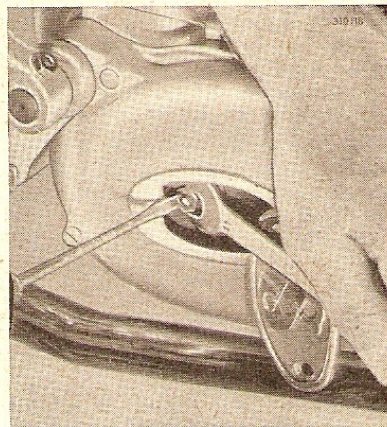

Fig. 13 Réglage de l'embrayage
4. Lorsque la vis-tendeur est vissée complètement à fond et qu'on n'a donc plus de réglage possible, on retire le couvercle "S" vissé sur le demi-carter de droite (fig. 13). On parvient ainsi à la vis intérieure de réglage de l'embrayage, avec son contre-écrou. Après avoir décalé le contre-